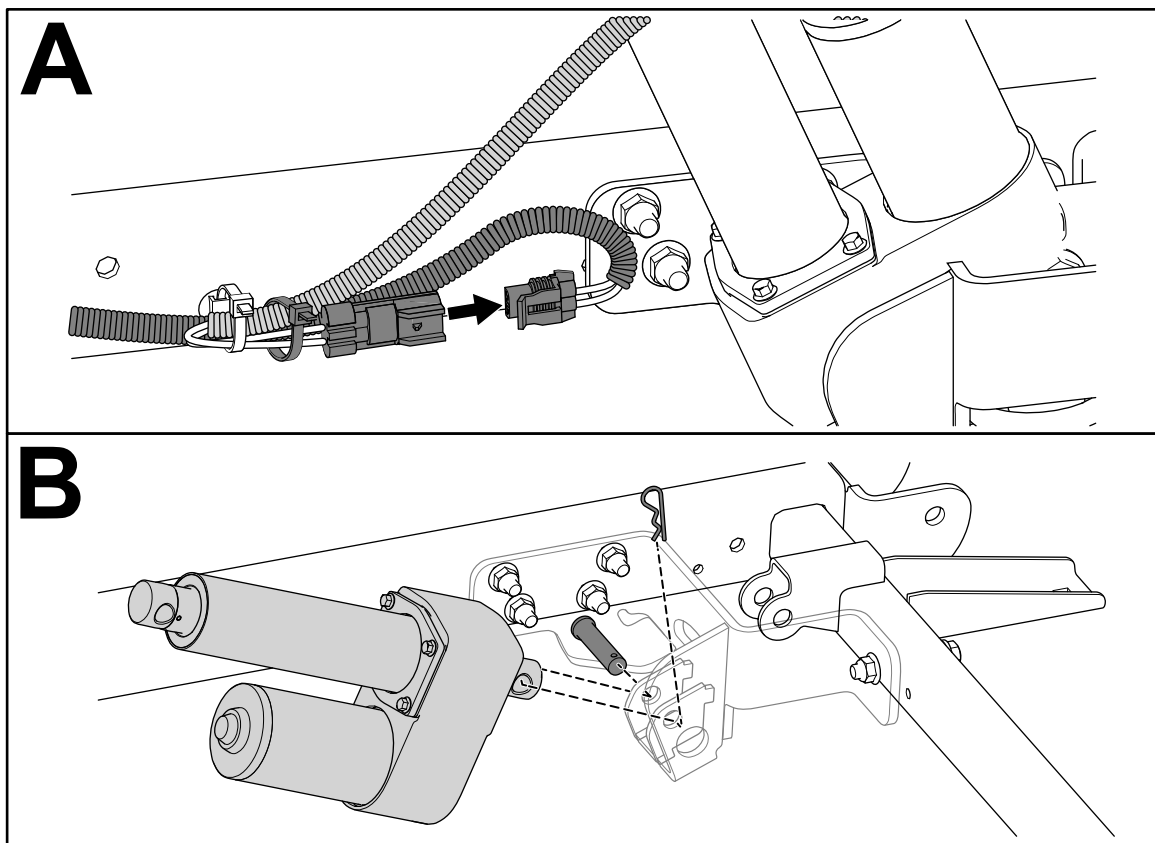

Figure 4
5. **Le cas échéant**, déposez le vérin de levage électrique comme montré à la Figure 4.